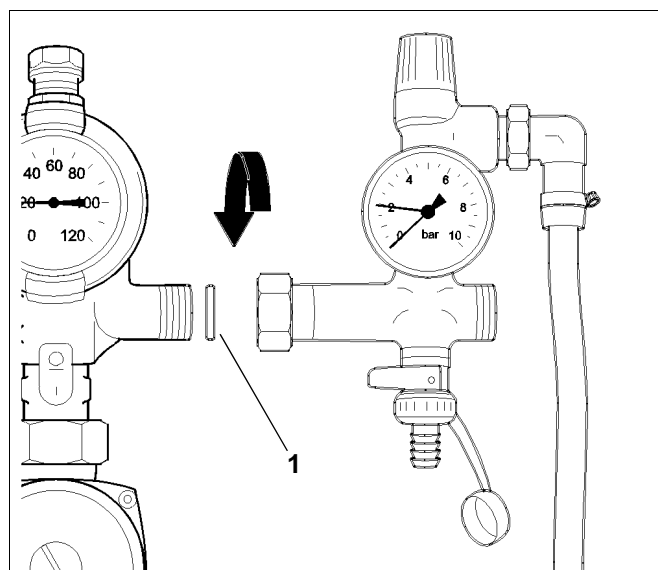

Fig. 7 Montaggio del gruppo di sicurezza
- 1 Montare il gruppo di sicurezza con la guarnizione (21x30x2) (fig. 7, **pos. 1**), al tubo di ritorno.